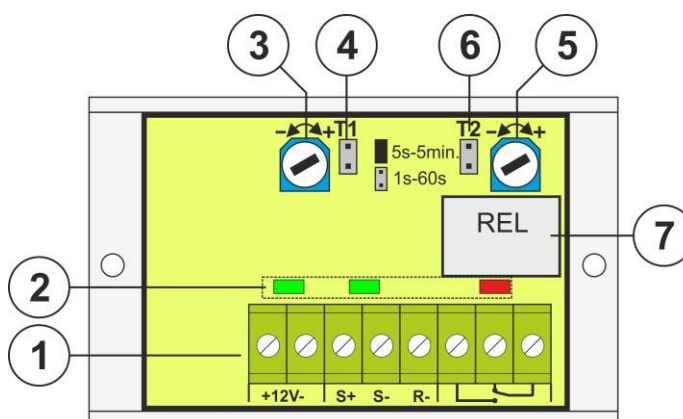

Abb. 1. Ansicht des Moduls.
Nr. [Abb. 1]	Beschreibung
①	Anschluss: +12V- – Stromversorgung des Moduls, Gleichspannung S+ – Steuereingang, gespeist aus der positiven Versorgungsspannung S- – Steuereingang, der durch die negative Versorgungsspannung (Minuspol der Versorgungsspannung) aktiviert wird R- – Reset-Eingang, der über Masse (Minuspol der Stromversorgung) aktiviert wird  – REL-Relaisanschluss ACHTUNG! In Abb. 1 zeigt die Kontaktanordnung den potentialfreien Zustand des Relais.
②	LED (grün): – optische Anzeige grün – Versorgungsspannung grün – Anzeige des Triggersignals (S+ oder S-) rot – Anzeige der REL-Relaisaktivierung – (die LED leuchtet, wenn das Relais aktiviert ist)
③	Potentiometer zur Einstellung der Auslösezeit T1
④	Jumper für den Zeitbereich T1:  1 s – 60 s Zeitbereich 5 s – 5 min Zeitbereich Beschreibung: Jumper „  “ eingeschaltet, Jumper „  “ eingeschaltet
⑤	Potentiometer zur Einstellung der T2-Relais-Aktivierungszeit
⑥	Zeitbereichs-Jumper T2:  Zeitbereich 1 s – 60 s Zeitbereich 5 s – 5 min Beschreibung: Jumper „  “ gesetzt, Jumper „  “ gesetzt
⑦	Relais